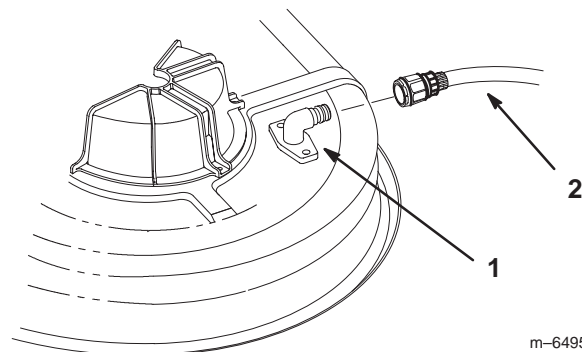

Bild 50
3. Montieren Sie die Schlauchkupplung auf die Kupplung am Mähwerk-Spülanschluss und drehen das Wasser mit starkem Druck auf (Bild 50).